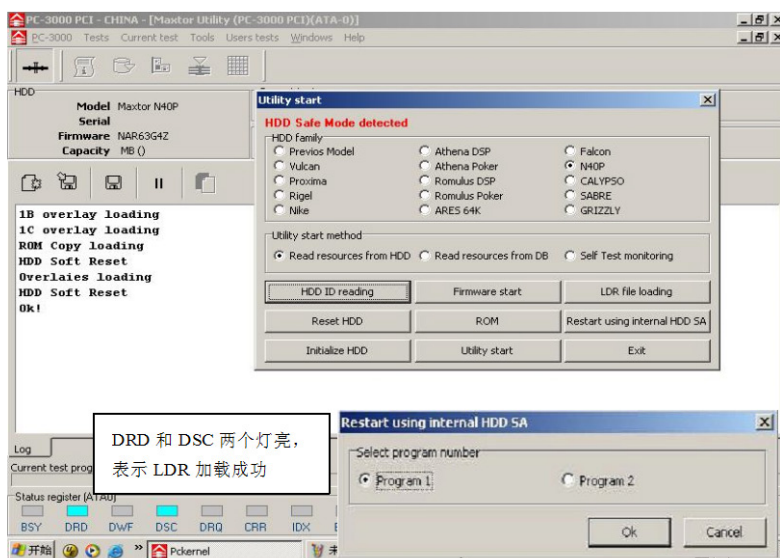

图 7-9 成功加载 LDR
(6) DRD 和 DSC 两个灯亮，表示 LDR 加载成功，成功加载完 LDR 以后的界面如图 7-9 所示。